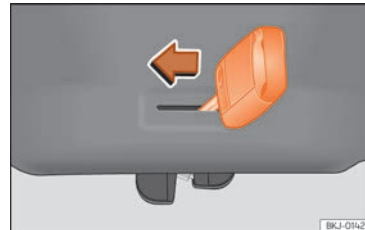

Abb. 101 Detail Gepäckraum: Notentriegelung.
- Führen Sie den Schlüsselbart in den Schlitz ein und drehen Sie den Schlüssel in Pfeilrichtung, bis sich das Schloss öffnet » **Abb. 101**.